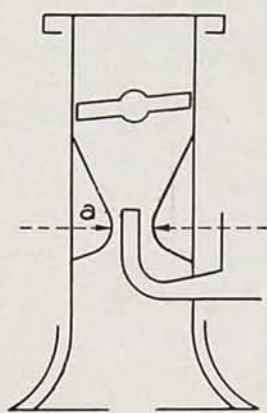

Fig. 5
4.º Supongamos ahora que el motor marcha perfectamente y en marcha lenta porque el carburador (fig. 5) produce una mezcla perfecta con la posición mariposa y difusor que indica dicha figura.